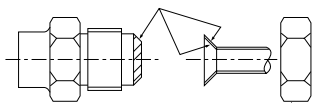

Fig. 4-1
4.2. Indendørs enhed (Fig. 4-1)